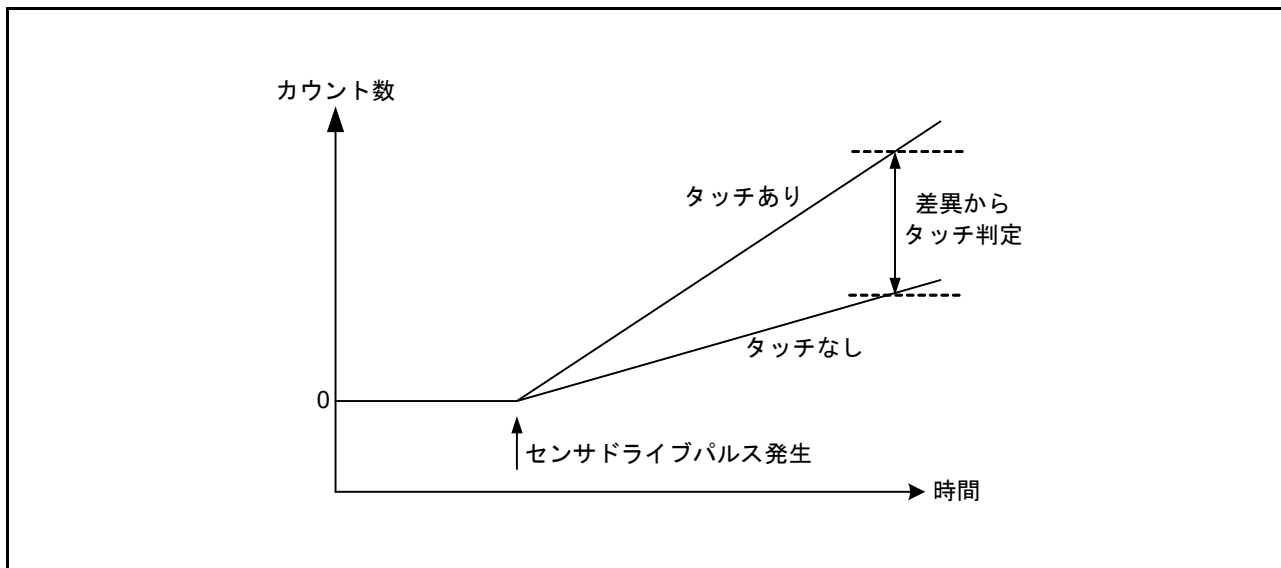

図 43.7 接触 / 非接触による計測値の変化
(1) と (2) の充放電を早いタイミングで切り替えることにより、スイッチドキャパシタフィルタに電流が流れます。このとき、人体の接近により静電容量値が変わるため、流れる電流が変化します。TSCAP 電源を生成する回路からスイッチドキャパシタフィルタに流れる電流に比例した制御電流を ICO に供給することで、クロックを生成します。人体の接近によって変わるクロック周波数をカウンタで計測し、読み出したカウンタ値を用いて、ソフトウェアで人体の接近を判定します (図 43.7)。